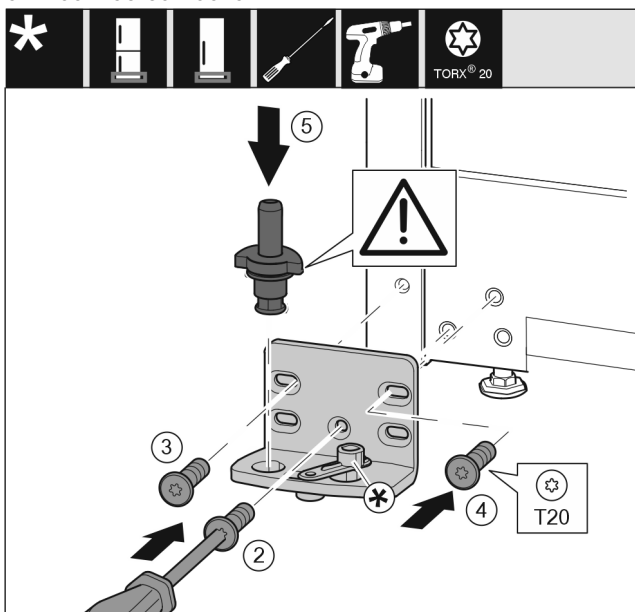

Fig. 20
- ▶ Lagerbok aan de andere zijde plaatsen en met behulp van een schroevendraaier er in schroeven. Met schroef Fig. 20 (2) onder in het midden beginnen.
- ▶ Schroef Fig. 20 (3) en schroef Fig. 20 (4) vastschroeven.
- ▶ Lagerbouten Fig. 20 (5) volledig insteken. Let hierbij op dat het vergrendelingslipje naar achteren wijst.